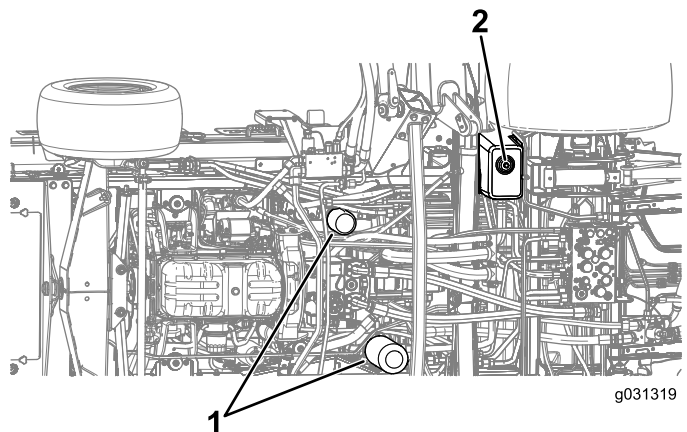

Рисунок 129
4. Снимите пробку сливного отверстия с нижней части бака и дайте гидравлической жидкости стечь в сливной поддон (Рисунок 129).
7. Поместите сливной поддон под фильтр, а затем снимите фильтр (Рисунок 129).